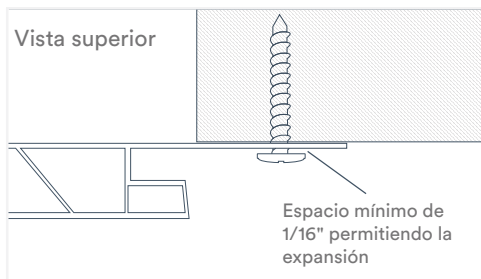

Fig. 4
- Deje un mínimo de 1/16" (aproximadamente el grosor de una moneda de diez centavos) entre la parte posterior de la cabeza del tornillo y la brida del tornillo (Fig. 4 en la página siguiente)